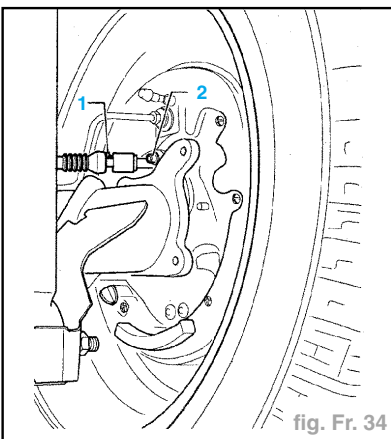

fig. Fr. 34
- Déconnecter le connecteur (1) du câble de capteur de vitesse et du capteur (fig. Fr. 34).